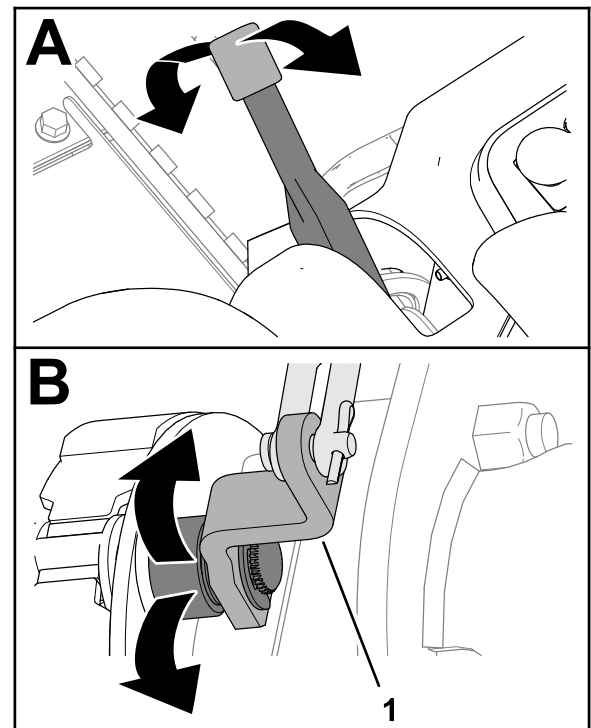

図 69
2. 駐車ブレーキのレバーを何度か操作して、ブレーキカムのレバーが自由に動くことを確認する図 69。